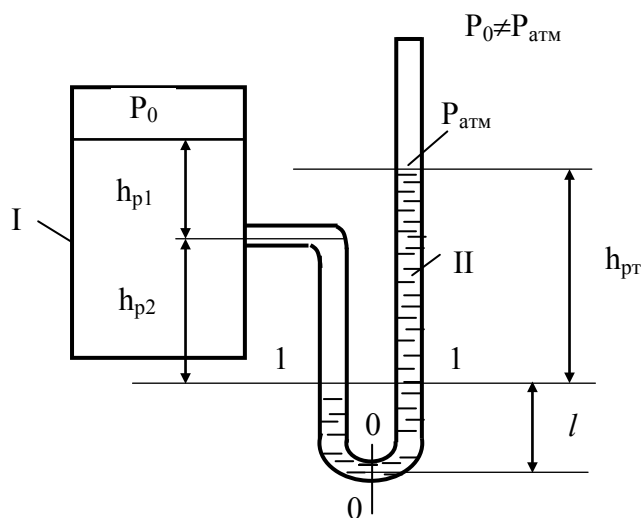

Рисунок 4.1
**4.1.1** Посудина I заповнена водою (рис. 4.1). Над вільною поверхнею води абсолютний тиск  $P_0$ . Диференціальний манометр (ДМ) підключений до посудини I, залитий ртуттю,  $\rho_{рт} = 13600 \text{ кг/м}^3$ . З боку посудини в ДМ над ртуттю знаходиться вода. В трубці, що сполучається з атмосферою, над рівнем ртуті – повітря.